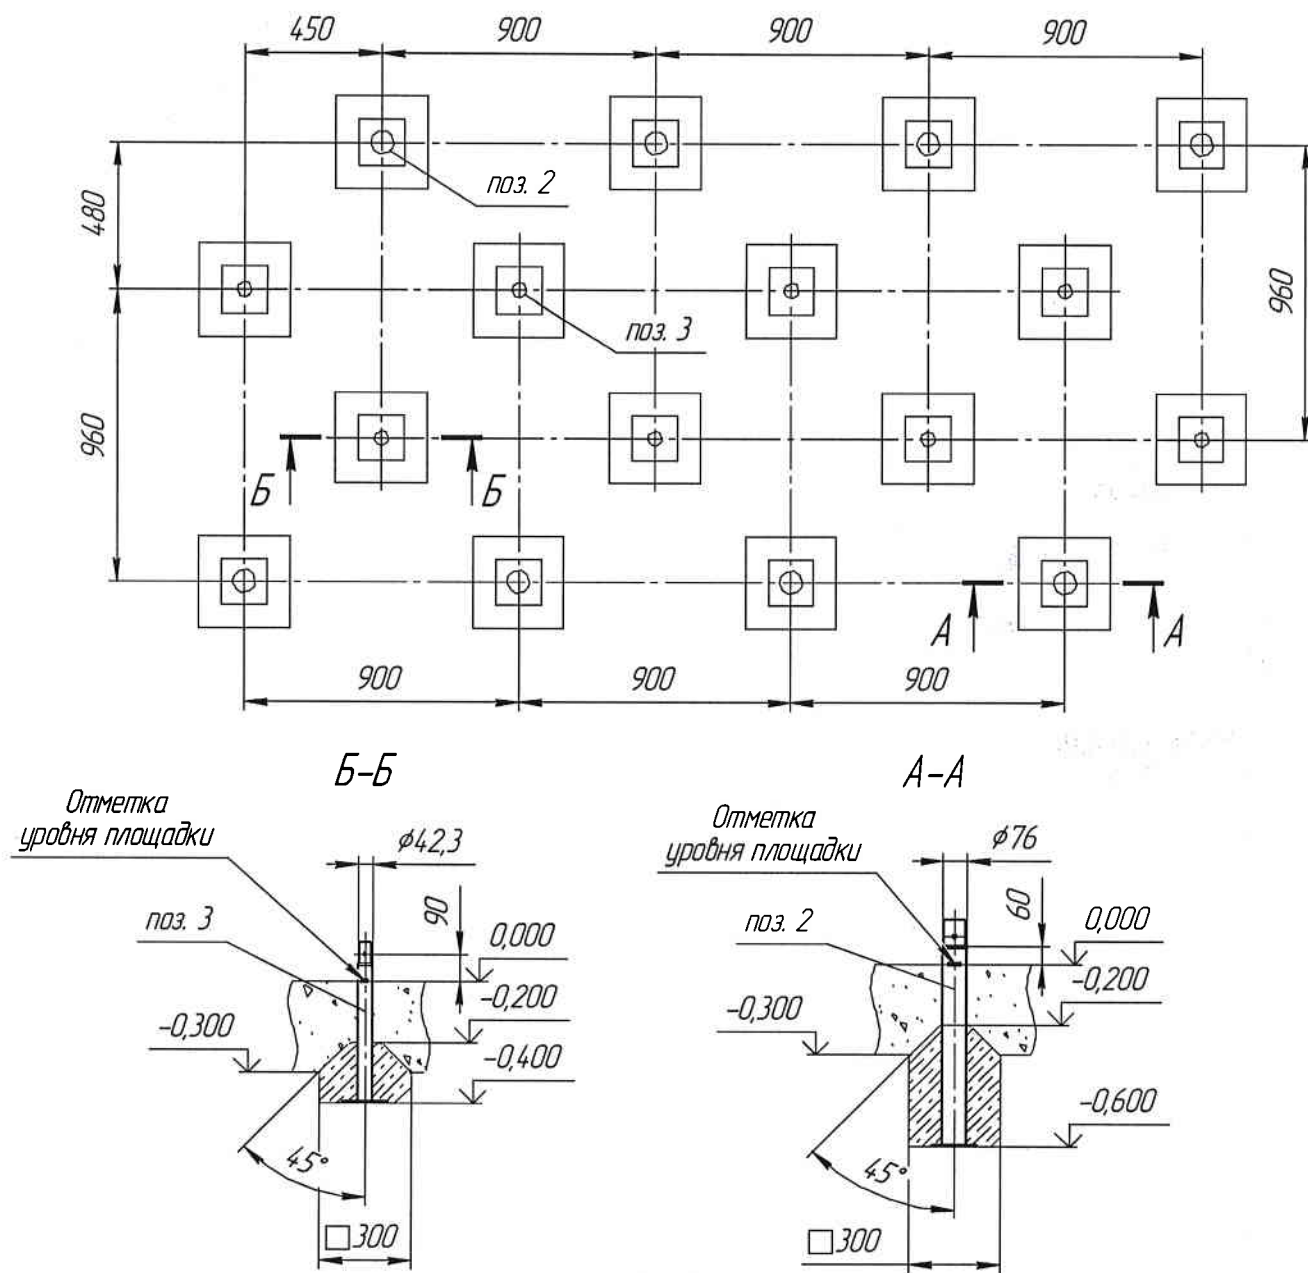

Рис. 3
12.3.2 Подготовить приямки по схеме на рис. 3.
12.3.5 Выровнять согласно рис. 3 и залить в приямки бетон.